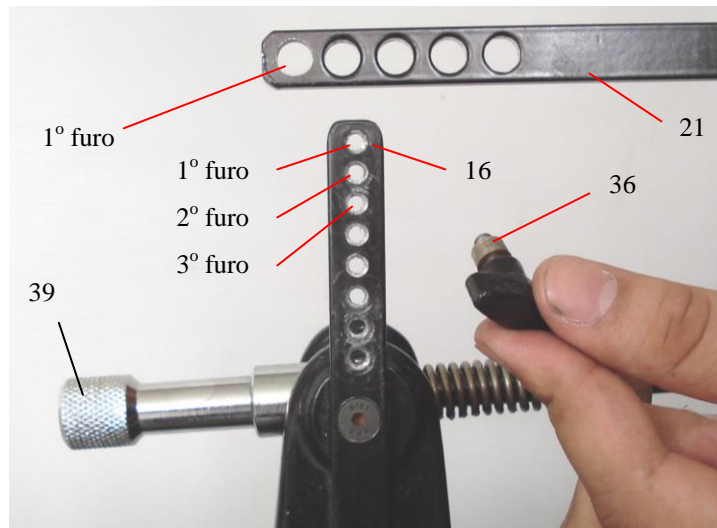
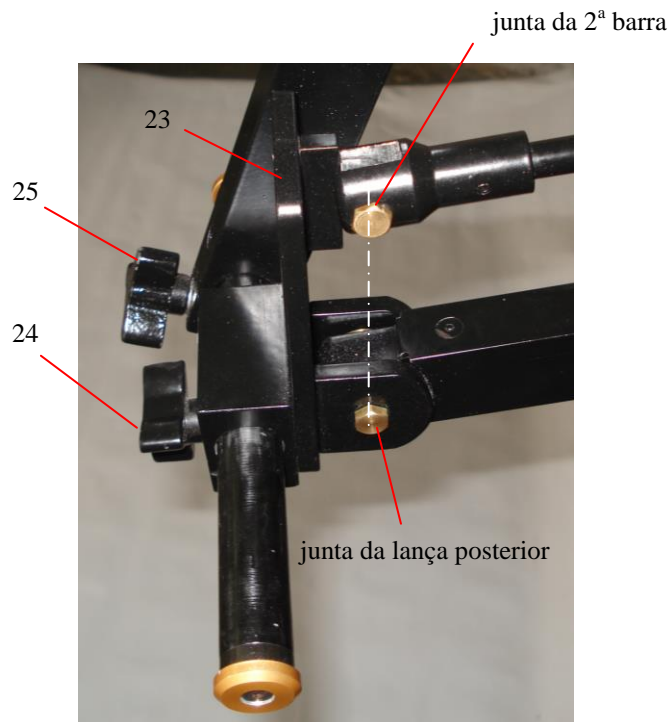

Figura 18: Localização do objeto a ser compensado no ângulo *tilt*.
Figura 20: Regulagem do suporte posterior.
- ✓ Fixar o 1º furo da 3ª barra (21) no 3º furo roscado da haste de ajuste da 3ª barra (16), por meio da borboleta (36) – figura 18.
- ✓ Deslocar o suporte posterior (23), girando o regulador do *tilt* da 2ª barra (39) – figura 18 -, até que as juntas da 2ª barra e da lança posterior estejam alinhadas, conforme apresentado na figura 20.